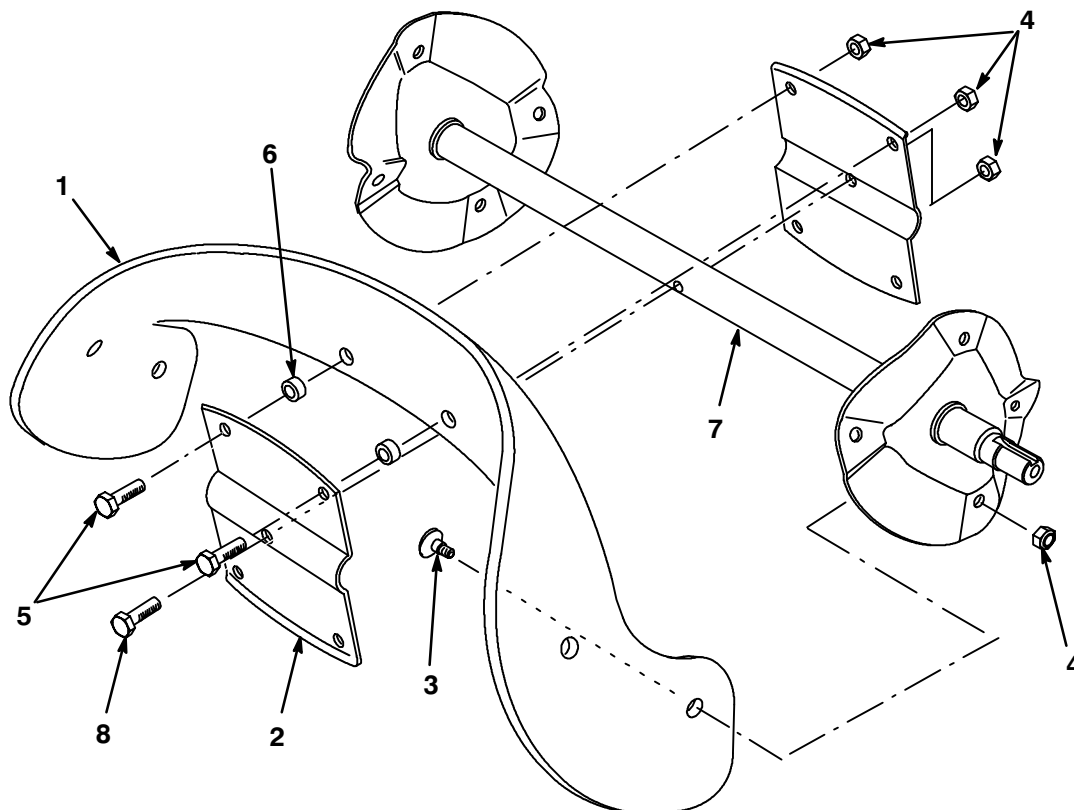

Figure 23
1. Enlevez les quatre vis Torx et les quatre contre-écrous qui fixent les bords extérieurs de la lame racleuse à l'ensemble arbre de turbine (Fig. 23).
2. Enlevez les deux vis à tête hexagonale, les deux entretoises et les deux contre-écrous qui fixent le centre de la pale aux moitiés de la turbine (Fig. 23).
3. Desserrez la vis à tête hexagonale qui fixe les moitiés de la turbine à l'ensemble arbre de tarière (Fig. 23).
4. Déposez la pale en la faisant coulisser entre les moitiés de la turbine (Fig. 23).